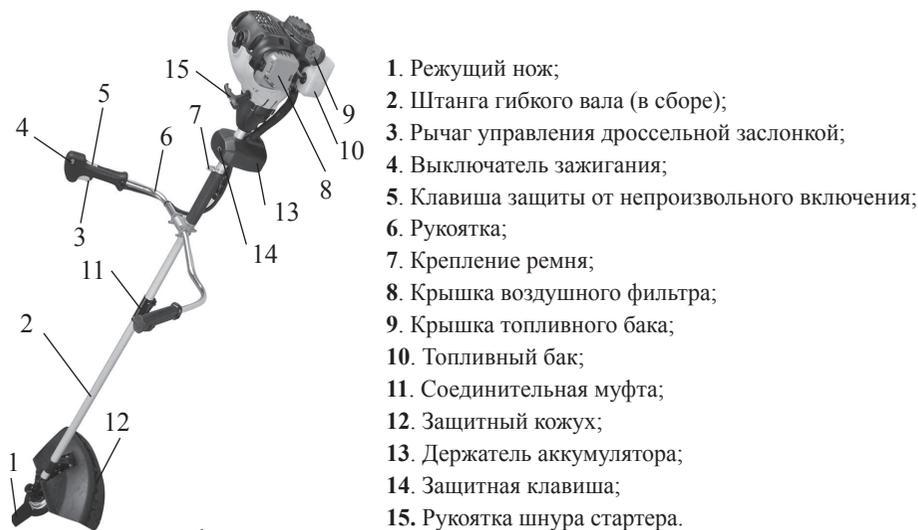

рис.1
5.1 Общий вид бензокосы схематично представлен на рис. 1
6.2.1 Возьмите правую и левую части рукоятки 6 (рис.1) и установите на штангу гибкого вала 2 (рис.1)
а) Переведите выключатель зажигания 4 (рис.1) в среднее положение, как показано на рис. 7